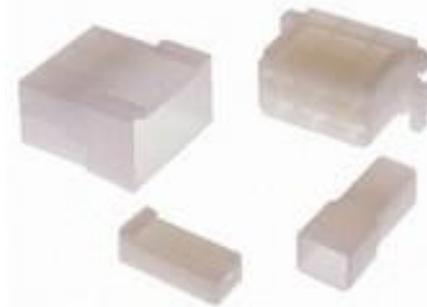

Fig.7.38
- Coloque el multímetro en una escala de 200 Ω conecte el terminal (+) del multímetro a uno de los tres cables Amarillos, Fig.7.38